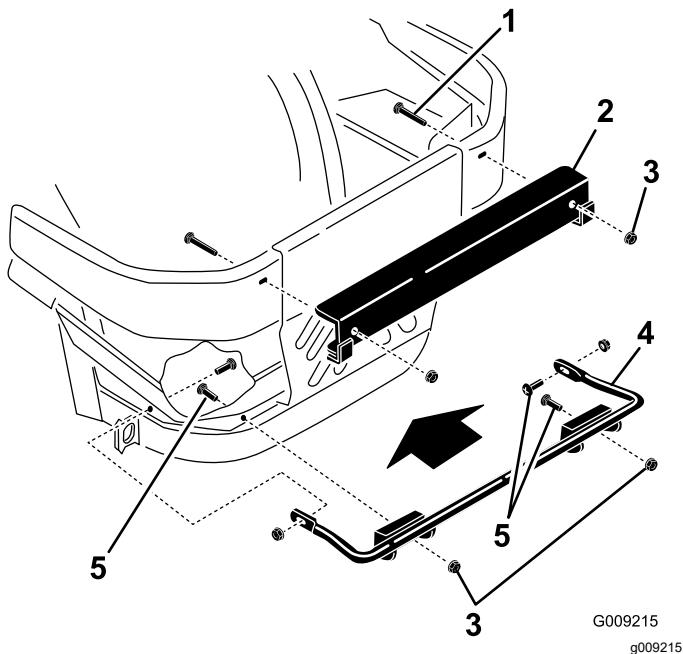

Figura 5
1. Instale el soporte de montaje inferior en el bastidor de la máquina con 4 pernos de cuello cuadrado ($\frac{3}{8}$ " x $1\frac{1}{4}$ ") y 4 tuercas con arandela prensada ($\frac{3}{8}$ "), según se muestra en Figura 5.
2. Instale el soporte de montaje superior en los parachoques laterales derecho e izquierdo con 2 pernos de cuello cuadrado ($\frac{1}{2}$ " x $2\frac{1}{2}$ ") y 2 tuercas con arandela prensada ($\frac{1}{2}"), según se muestra en Figura 5.$